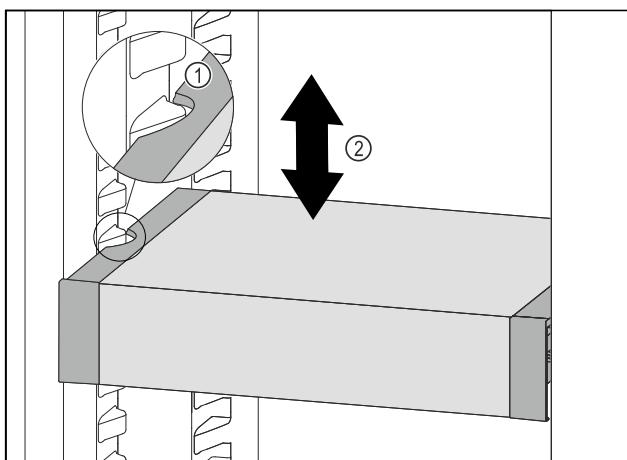

Fig. 75
- Predal VarioSafe povlecite v smeri naprej, dokler nista stranska izreza predala VarioSafe na višini nastavka za posodo v hladilniku. Fig. 75 (1)
- Predal VarioSafe premikajte v hladilniku gor ali dol, dokler ne dosežete želeno višino. Fig. 75 (2)